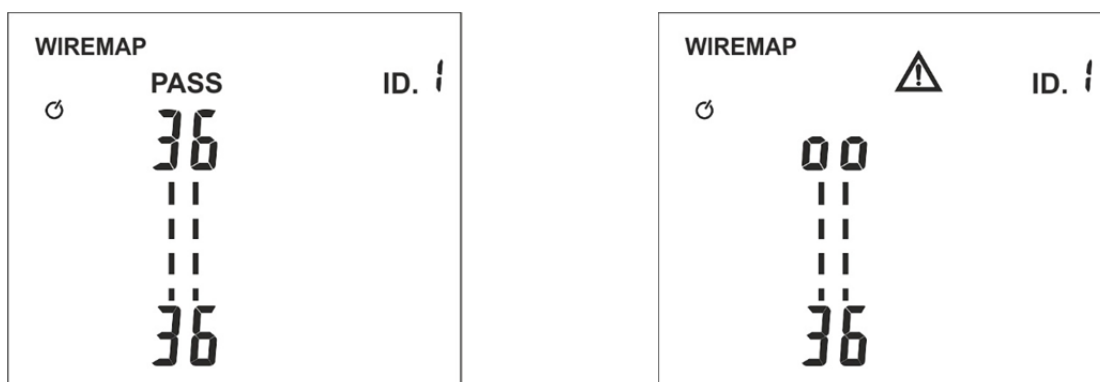

Fig. 13: Visualização do teste com cabo COAX com conector F
4. Premir o botão **TESTE/←**. O instrumento executa o teste mostrando a mensagem **“PASS”** para teste correto (ver Fig. 13 – parte esquerda) ou o símbolo **“⚠”** para além dos pares intermitentes no caso de cabo interrompido (ver Fig. 13 – parte direita)